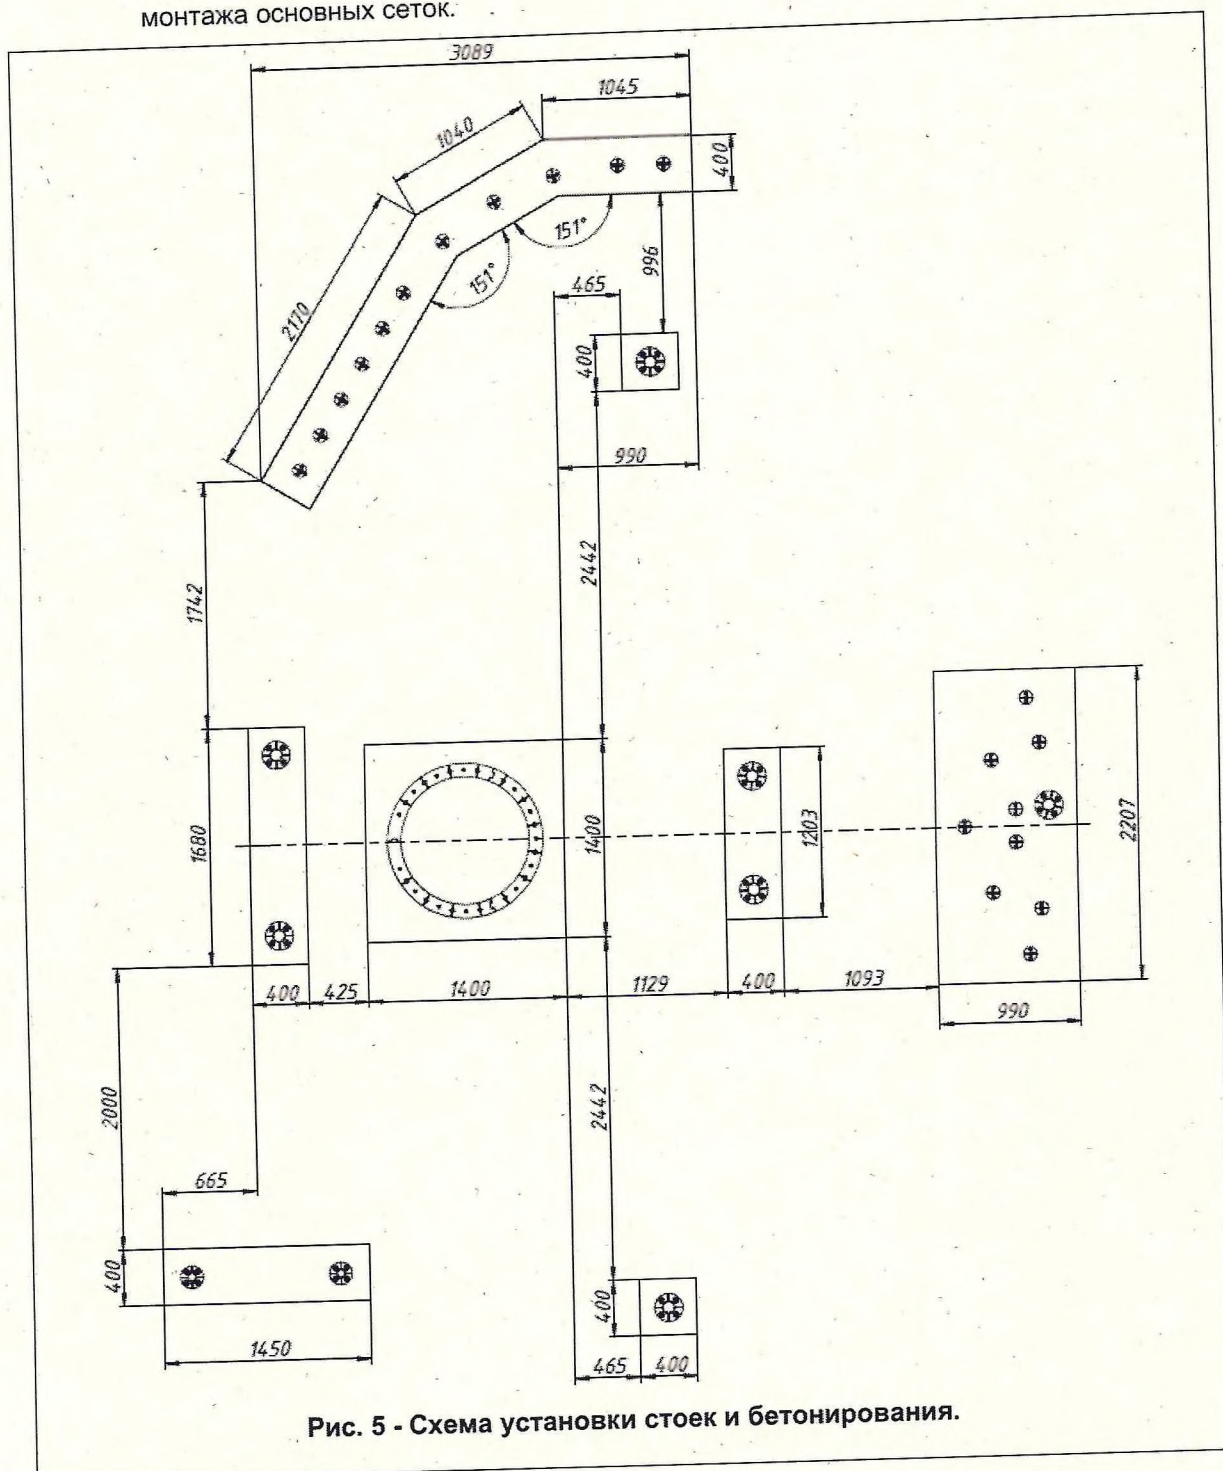

Рис. 5 - Схема установки стоек и бетонирования.
22.3. Вырыть ямы под бетонные основания в соответствии с (Рис. 5).
22.5. Установить стойки на места в соответствии с (Рис. 5).